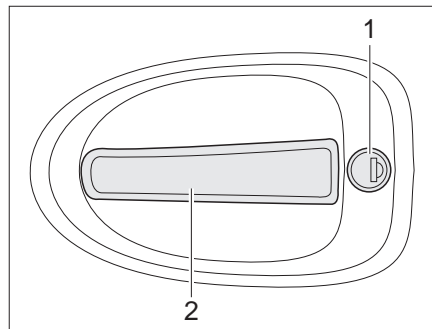

Fig. 44 Cerradura de la puerta del conductor, en el exterior
- Introducir la llave en el cilindro de cierre (Fig. 44,1) y girarla hasta que esté desbloqueada la cerradura de la puerta.
- Tirar del tirador de la puerta (Fig. 44,2). La puerta está abierta.
- Introducir la llave en el cilindro de cierre (Fig. 44,1) y girarla hasta que esté bloqueada la cerradura de la puerta.